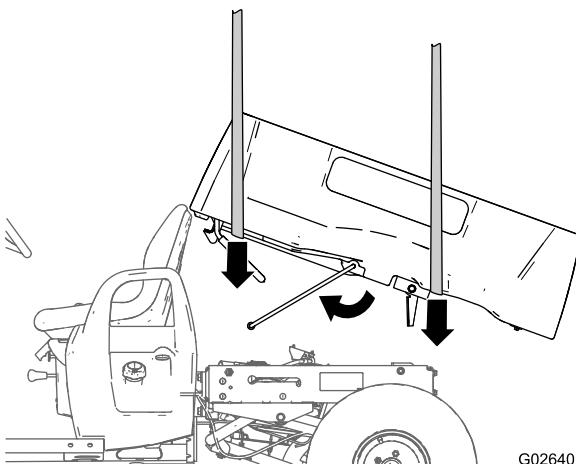

Figura 17
2. Usando equipos de izado en la parte delantera y trasera de la caja de carga, eleve la caja y alinéela sobre el bastidor de la máquina con el conjunto de soportes de giro hacia atrás (Figura 17)
4. Ajuste la altura y la posición de los equipos de izado hasta que el extremo corto de la varilla de sujeción quede alineado con el orificio en forma de bocallave del extremo de la ranura de la varilla de sujeción, en el perfil izquierdo del bastidor o el soporte de la varilla de sujeción (Figura 17).
5. Gire la varilla de sujeción hacia adelante, e inserte el extremo corto de la varilla a través del orificio en forma de bocallave (Figura 17 y Figura 18).